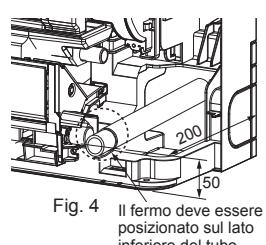

Fig. 4 Il fermo deve essere posizionato sul lato inferiore del tubo.
- Quando si instrada la tubazione di scarico, accertarsi che il tubo di scarico (1) sia instradato come indicato. (Fig. 4)